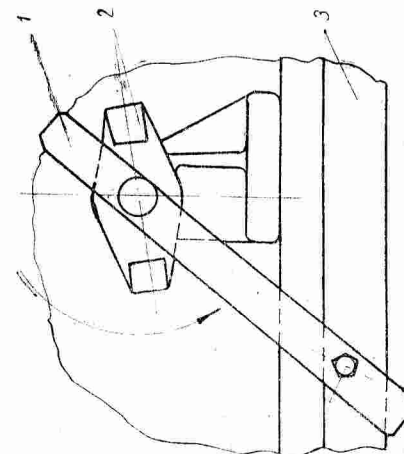

Рис. 17. Установка упоров для транспортировки выключателей ВМ-35-600 и ВМД-35-600:
19. Помимо наружного осмотра, нужно произвести внутренний осмотр выключателя и привода. Для этого выключатель необходимо предварительно отключить, а баки его опустить с помощью лебедки. Для приведения выключателя в отключенное положение следует осторожно вынуть подпорку рычага, заложившую в вилку выключателя (рис. 17).